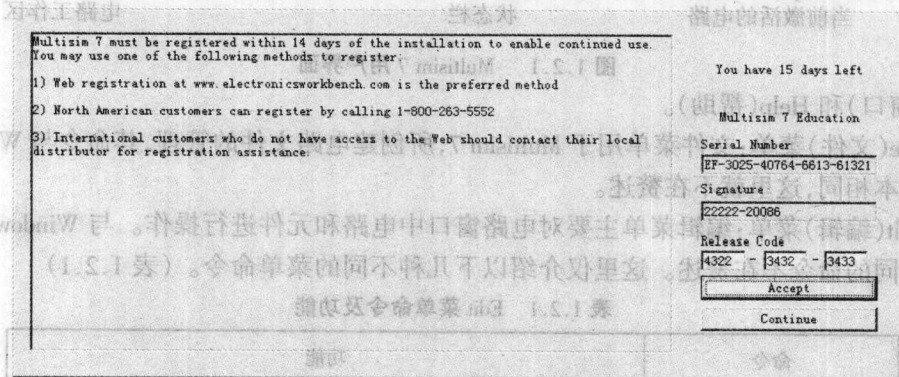

图 1.1.7 交付码填写对话框
(4)用户收到交付码后,启动 Multisim 7 软件,再次进入如图 1.1.6 所示界面,在这里用户点击“Enter release code”按钮,进入如图 1.1.7 所示界面,在这里输入交付码,再单击“Accept”按钮,就可以进入 Multisim 7 用户界面。Multisim 7 的整个完整安装过程到这里也就结束了。